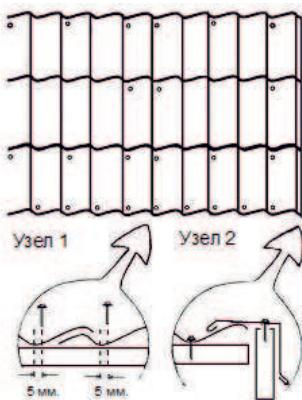

Рис.2
- Нижние листы привинчиваются над ступенькой в местах прилегания к обрешетке в каждую волну, в местах прилегания нахлестов так как на этот край приходятся наибольшие ветровые нагрузки (Рис.2).
- Со стороны торцевой планки металлической черепицы крепится в каждый шаг волны (узел 2, Рис.2).
- В местах вертикальных нахлестов, металлическая черепица крепится в каждый шаг волны укрывающего и укрываемого листа в местах прилегания к обрешетке (узел 1, Рис.2).